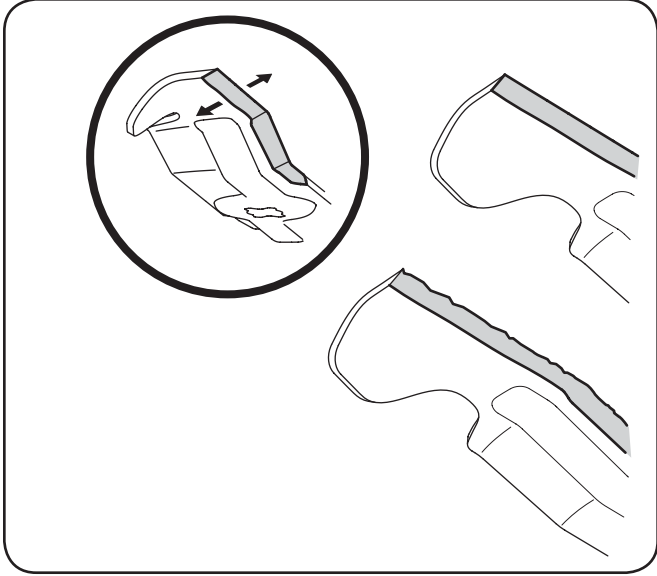

Figure 7-6
4. Pour aiguiser les lames, éliminez la même quantité de métal des deux extrémités sur le côté tranchant. Aiguiser le bord tranchant sur toute sa longueur, parallèlement au bord arrière, soit à un angle de 25° à 30°. Il est essentiel d'aiguiser les tranchants de façon égale pour conserver une lame bien équilibrée. Voir la Figure 7-6.